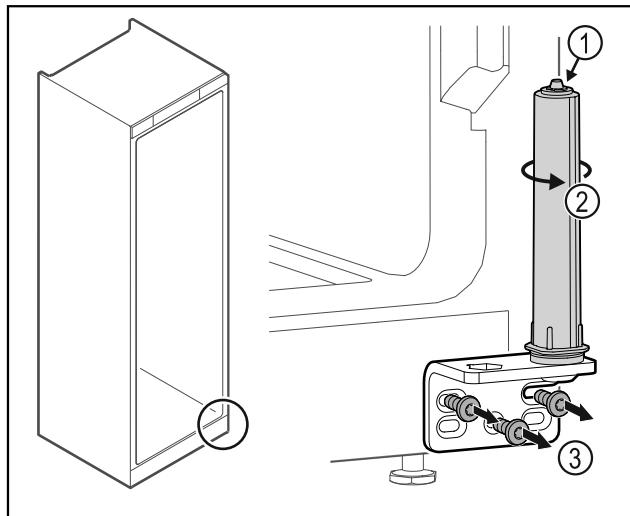

Fig. 51
- ▶ Не разглобявайте затварящата система на вратата Fig. 51 (1).
- ▶ Въртете затварящата система Fig. 51 (2), докато тя щракне.
- ▶ Развинете ъгъла на пантата Fig. 51 (3).